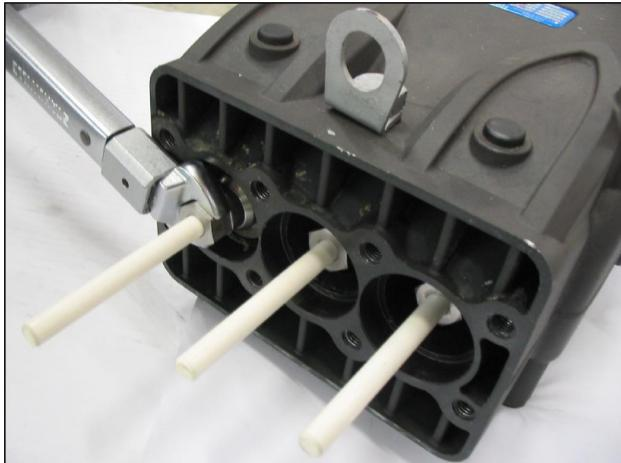
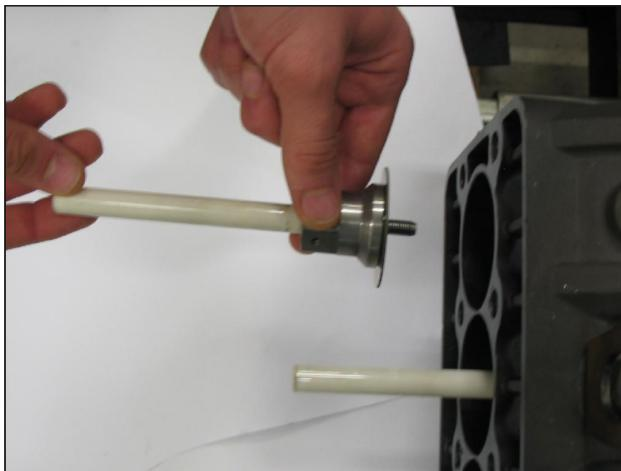

Fig. 28
Fig. 29
- Desmontar las bombas con una llave de horquilla y controlar el desgaste como se indica en la Fig. 28 y la Fig. 29; sustituirlas si es necesario.